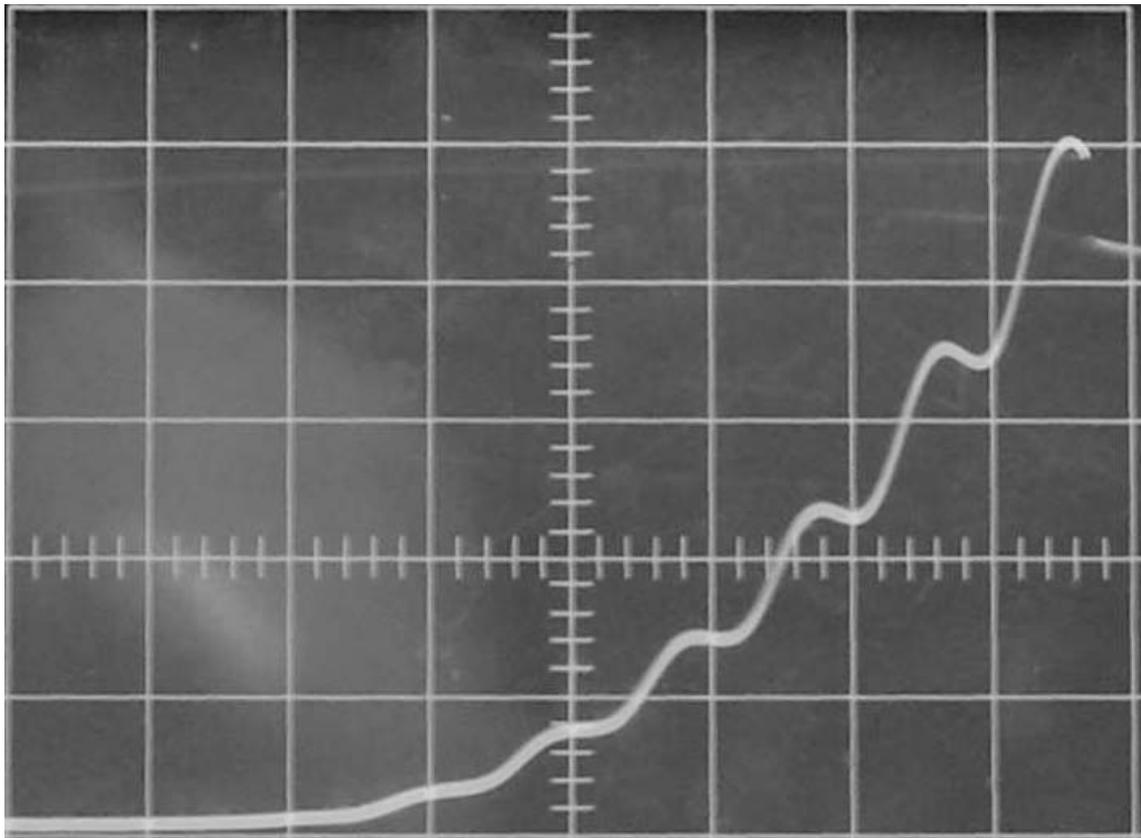

Abb.: 4 Franck-Hertz-Experiment mit Hg-Röhre: Sägezahnmessung mit Oszilloskop
B) Mit dem Tastschalter (2) und Drehknopf (13) folgende Parameter einstellen.
C) Mit dem Tastschalter (4) den Ofen einschalten. Die Soll-Temperatur ist erst dann erreicht, wenn die rote LED oberhalb des Tastschalters (4) nicht mehr blinkt.
D) Mit dem Tastschalter (3) "Sägezahn" einstellen. Ausgänge (7) und (8) mit dem Oszilloskop verbinden und am Oszilloskop den XY-Betriebsmode auswählen. Mit dem Tastschalter (5) die Messung starten. Die eingestellten Spannungen U_1 und U_2 werden im "Sägezahn"-Betrieb mit einer Frequenz von 28 Hz am Hg-Rohr angelegt. Ein dabei typisch entstehendes Franck-Hertz-Bild ist in Abb. 4 gezeigt.